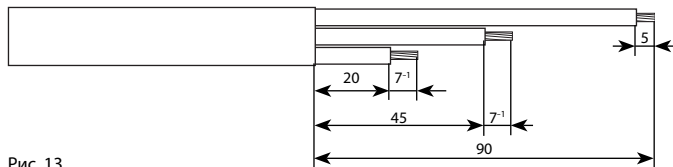

Рис. 13
- 6.2.1. Снять оболочку с конца установочного провода на длине 90 мм (рис. 13).